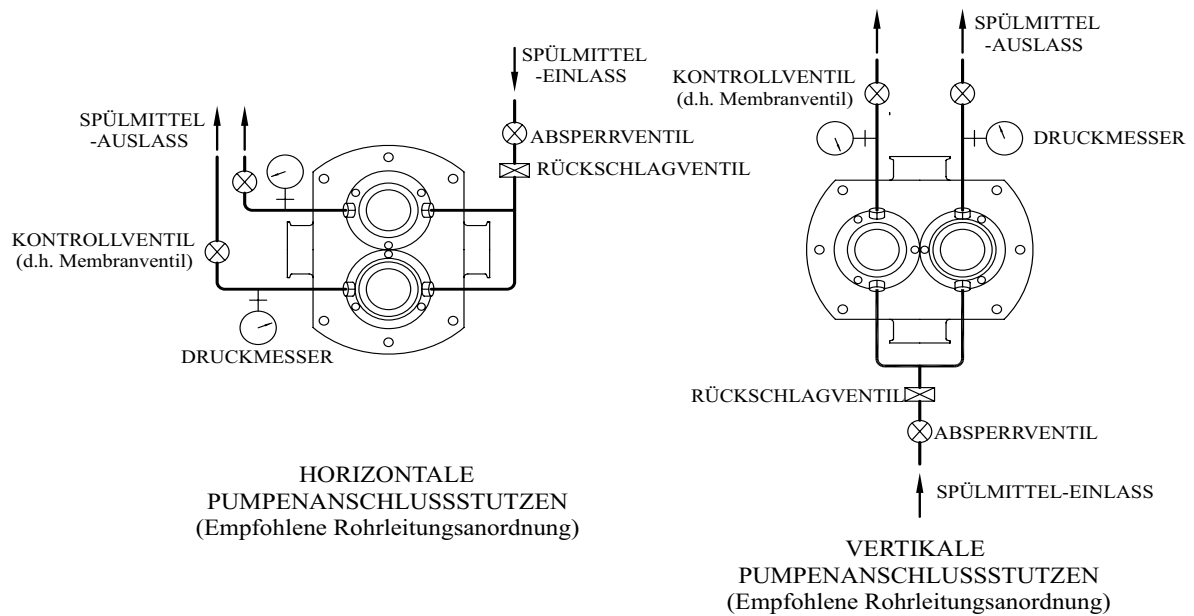

Abb. 3.3.1
- Das Spülsystem sachgemäß installiert und angeschlossen wird. Abb. 3.3.1 und 3.3.2 zeigen Empfehlungen.
Das Spül-System kann in der gleichen Weise gestaltet werden, wie bei den Doppel-Gleitringdichtungen, wie in Abb. 3.3.1 und 3.3.2 gezeigt. Falls es durch das Anwendungsgebiet der Pumpe bedingt wird, können die Doppel-O-Ring-Dichtungen auch eingefettet werden. In diesem Fall werden die Spülkammern der Dichtung durch Schmiernippel mit einem zugelassenen Schmierfett gefüllt, das für den Gebrauch mit dem Fördermedium geeignet ist. Für einen ordnungsgemäßen Betrieb müssen die Kammern vollständig gefüllt sein. Dies kann erreicht werden, indem die Kammer unter Druck gesetzt wird, so dass das Fett aus den Dichtungen heraus und die Welle entlang in das Rotorgehäuse gepresst wird. Die Fettmenge in der Dichtungskammer muss täglich kontrolliert werden, und wenn die Pumpe im Dauerbetrieb eingesetzt wird, sollte sie innerhalb von 24 Stunden. mehrmals geprüft werden.